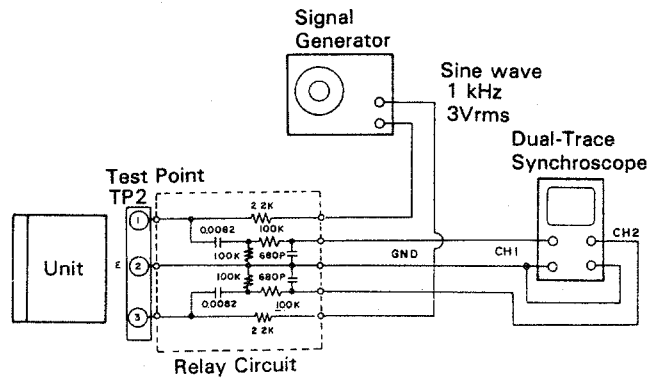
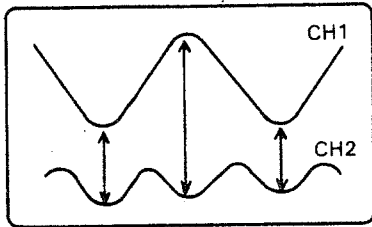

Figure 16-2
Figure 16-3
- d. Adjust VR2 to obtain the output waveform as shown in Fig. 16-3.
(2) Adjustment of tracking gain
- a. Connect an oscilloscope as shown in Fig. 16-2.
- d. Den Regelwiderstand VR2 einstellen, um die Ausgangs-Wellenform zu erhalten, wie in Abb. 16-3 dargestellt.
- a. Das Oszilloskop anschließen, wie in Abb. 16-2 dargestellt.
- d. Ajuster VR2 pour obtenir la forme d'onde de sortie indiquée à la Fig. 16-3.
- a. Raccorder un oscilloscope de la manière indiquée à la Fig. 16-2.